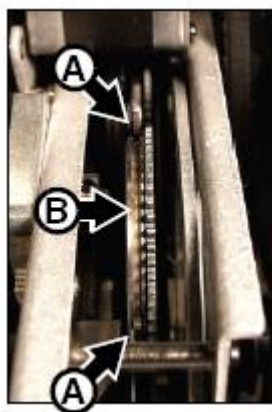

Рисунок 21. Зажим гобо
11. См. рисунок 21. Нажмите и вставьте держатель гобо обратно в зажим так, чтобы зубцы зажима А зашли в канавку В вокруг держателя гобо, а магнит совпадал с вашей точкой отсчета. Поверните держатель гобо пальцем, чтобы проверить, что он правильно закреплен в зажиме и что зубцы держателя гобо зашли в зубцы колеса срабатывания в центре колеса гобо.